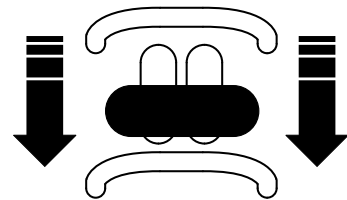

Figura 9
- Para conducir hacia atrás, mueva el control de tracción hacia atrás (Figura 9).